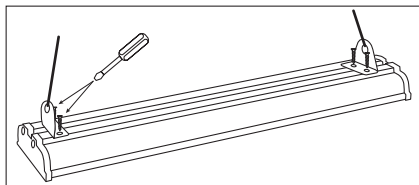

Рис. 2. Установка подвесным способом
- Для установки закрепите на светильнике две скобы из установочного комплекта с помощью крепежа, входящего в комплект. Проденьте толстый трос, способный выдержать вес изделия (в комплект не входит), в ушко скобы, закрепите трос на потолок, Рис. 2. Убедитесь в надежности подвеса.